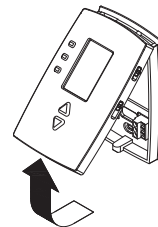

Figure 1
- 2 Séparer le thermostat de la plaque murale selon la figure 1.